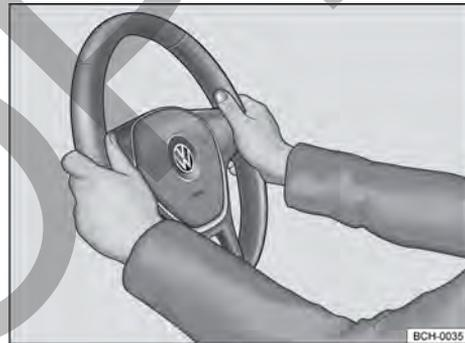

Fig. 60 En el volante: posición 9 y 3 horas.
- Ajustar la posición del volante de forma que pueda sostenerlo lateralmente por el borde exterior *en las posiciones equivalentes a las 9:00 y a las 3:00* → **fig. 60** con ambas manos y los brazos ligeramente doblados.
- Empuje la palanca ① siempre por su mango con firmeza hacia arriba después del ajuste, para bloquear la posición del volante.
- Durante la conducción, siempre sujete el volante con ambas manos lateralmente en el borde externo *en la posición equivalente a las 9 y a las 3* → fig. 60, para reducir las lesiones provocadas por un disparo del airbag frontal del conductor.